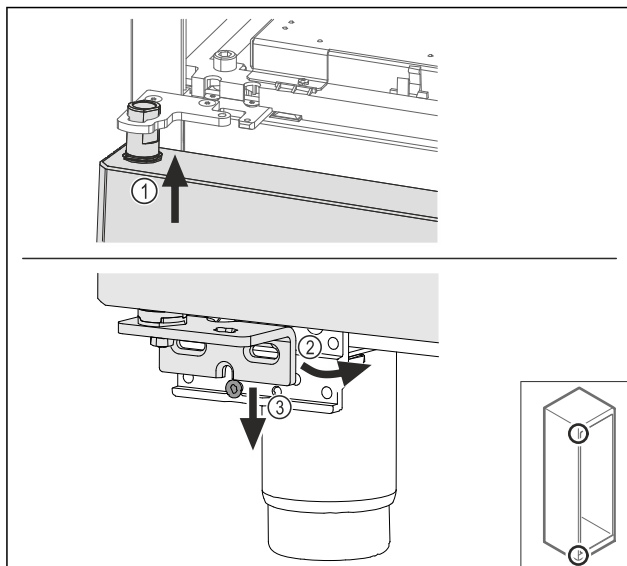

Fig. 64
- Rahlo nagnjena vrata vstavite zgoraj Fig. 64 (1), poravnajte vrata Fig. 64 (2) in jih spodaj postavite na vijak ležajnega podstavka Fig. 64 (3).